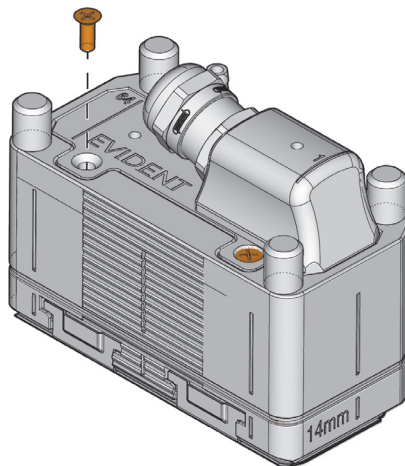

Figura 5-5 Viti di fissaggio della sonda
2. Rimuovere le quattro viti di fissaggio della sonda al supporto della sonda (vedi Figura 5-5 a pagina 82).